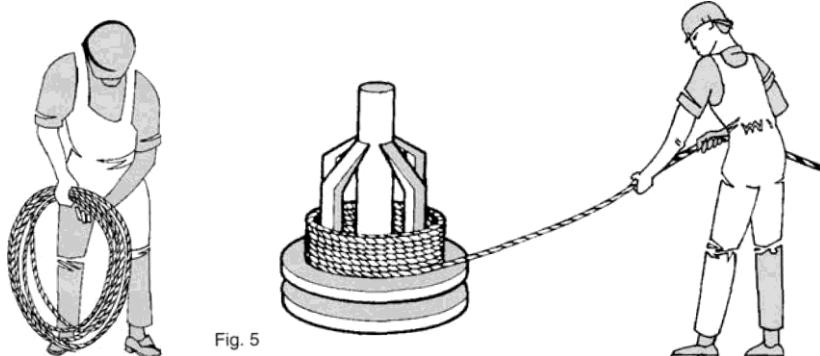

Fig. 5
- Coloque o rolo no chão e desenrole-o a direito assegurando-se que não fique sujo com qualquer material que o possa danificar. (Ver fig. 5.)
- Se o rolo é demasiado grande deve ser colocado num desenrolador e a ponta externa do cabo puxada, permitindo ao cabo girar. (Ver fig.5.)